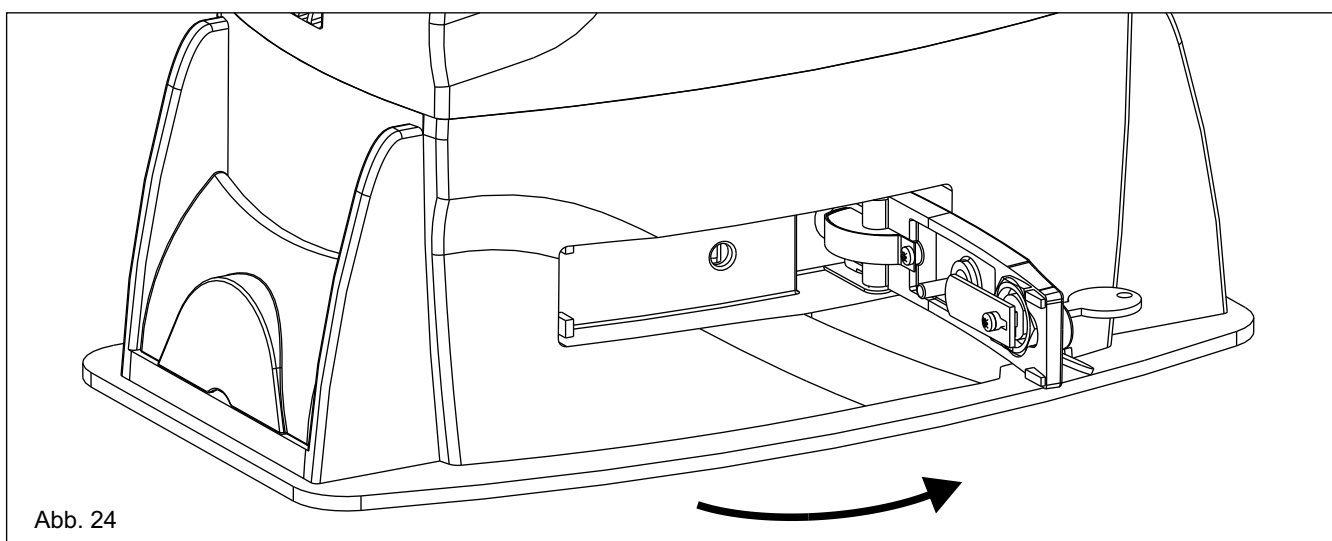

Abb. 24
- Den Entriegelungshebel bis zum Anschlag ziehen, ca. 90° (Abb.24).